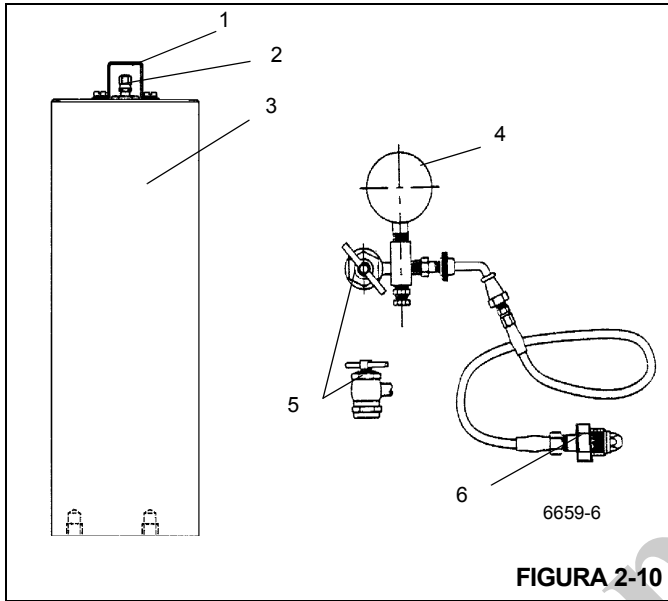

FIGURA 2-10
1. Con el motor apagado, descargue todo el aceite a presión almacenado en los acumuladores pisando el pedal de frenos de servicio en la cabina varias veces. Retire el protector y la tapa de la válvula de gas del acumulador (Figura 2-10).
2. Antes de conectar el conjunto de carga de gas (Figura 2-10) a la válvula de gas del acumulador, desenrosque la manija en "T" del adaptador de gas completamente (gírela en sentido contrahorario).
6. Si la presión mide 900 psi +50/-0 (6.2 MPa +0.4/-0), retire el conjunto de la válvula de carga girando la manija en "T" completamente hacia fuera en el adaptador de gas y después abriendo la válvula de purga (Figura 2-10).
3. Antes de conectar el conjunto de carga (Figura 2-10) a la válvula de gas del acumulador, desenrosque la manija en "T" del adaptador de gas completamente (sentido contrahorario).
7. Si la presión de precarga es mayor que  $900 +50/-0$  psi ( $6.2 +0.4/-0$  MPa), cierre la válvula del cilindro de nitrógeno y abra la válvula de purga lentamente en el conjunto de carga (Figura 2-10) hasta que la presión de precarga tenga el valor correcto.